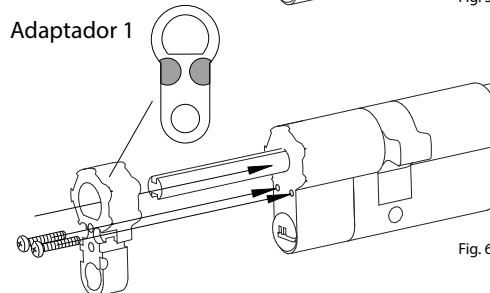

Fig. 6
- 44- 53 mm = se necesita un adaptador 1 (Fig. 6)